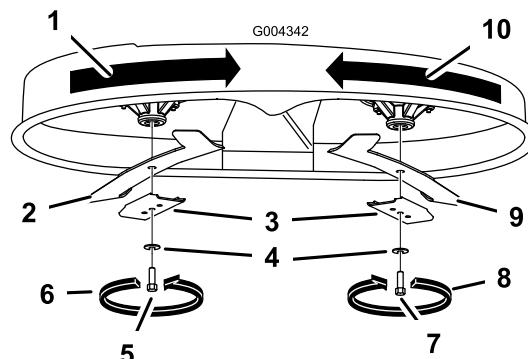

Figura 48
Sujete el extremo de la cuchilla usando un trapo o un guante grueso. Retire del eje el perno de la cuchilla, la arandela curva, el refuerzo de la cuchilla y la cuchilla (Figura 48).
- Instale la cuchilla en el eje (Figura 48).
- Instale el refuerzo de la cuchilla, la arandela curva (con la copa hacia la cuchilla) y el perno de la cuchilla (Figura 48).